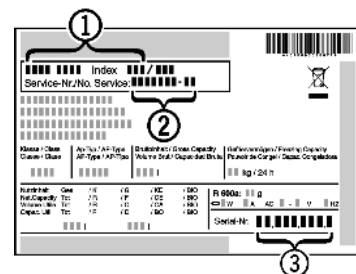

Fig. 46
- ▶ Читать обозначение устройства *Fig. 46 (1)*, сервисный номер *Fig. 46 (2)* и серийный номер *Fig. 46 (3)* с заводской таблички. Заводская табличка находится внутри устройства слева.